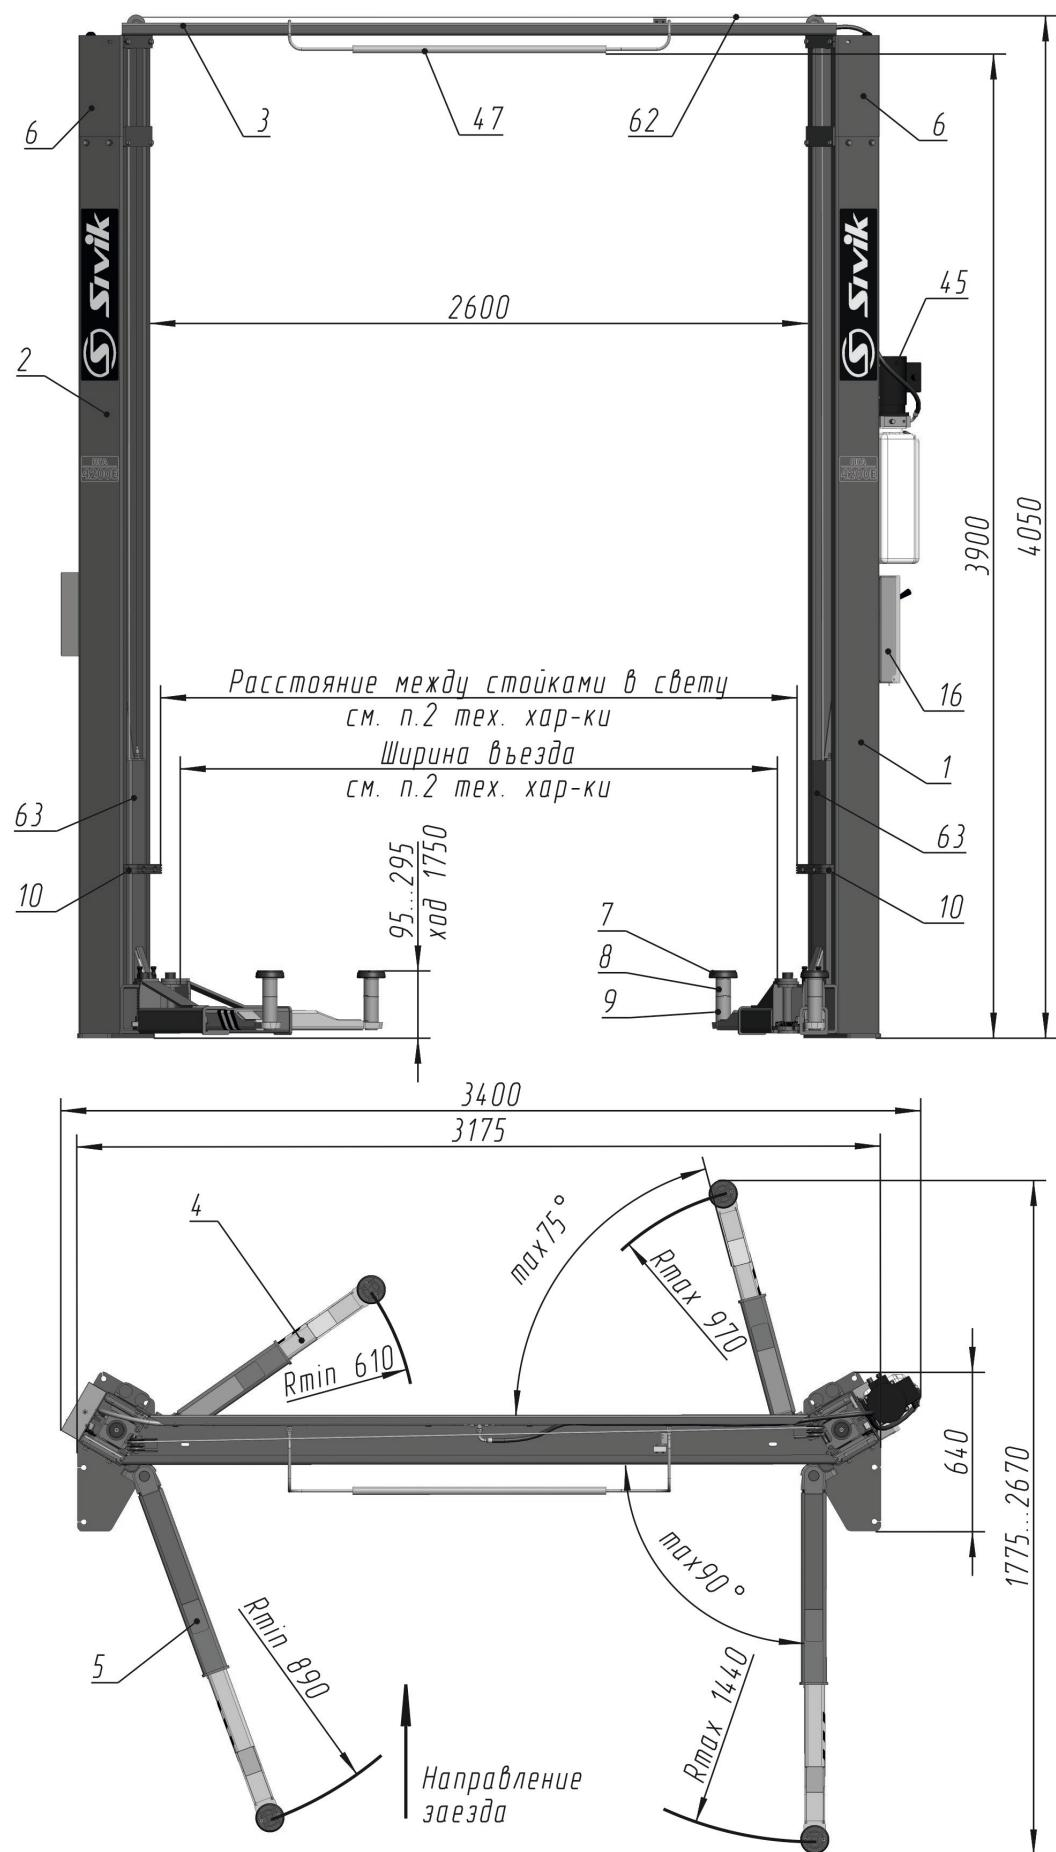
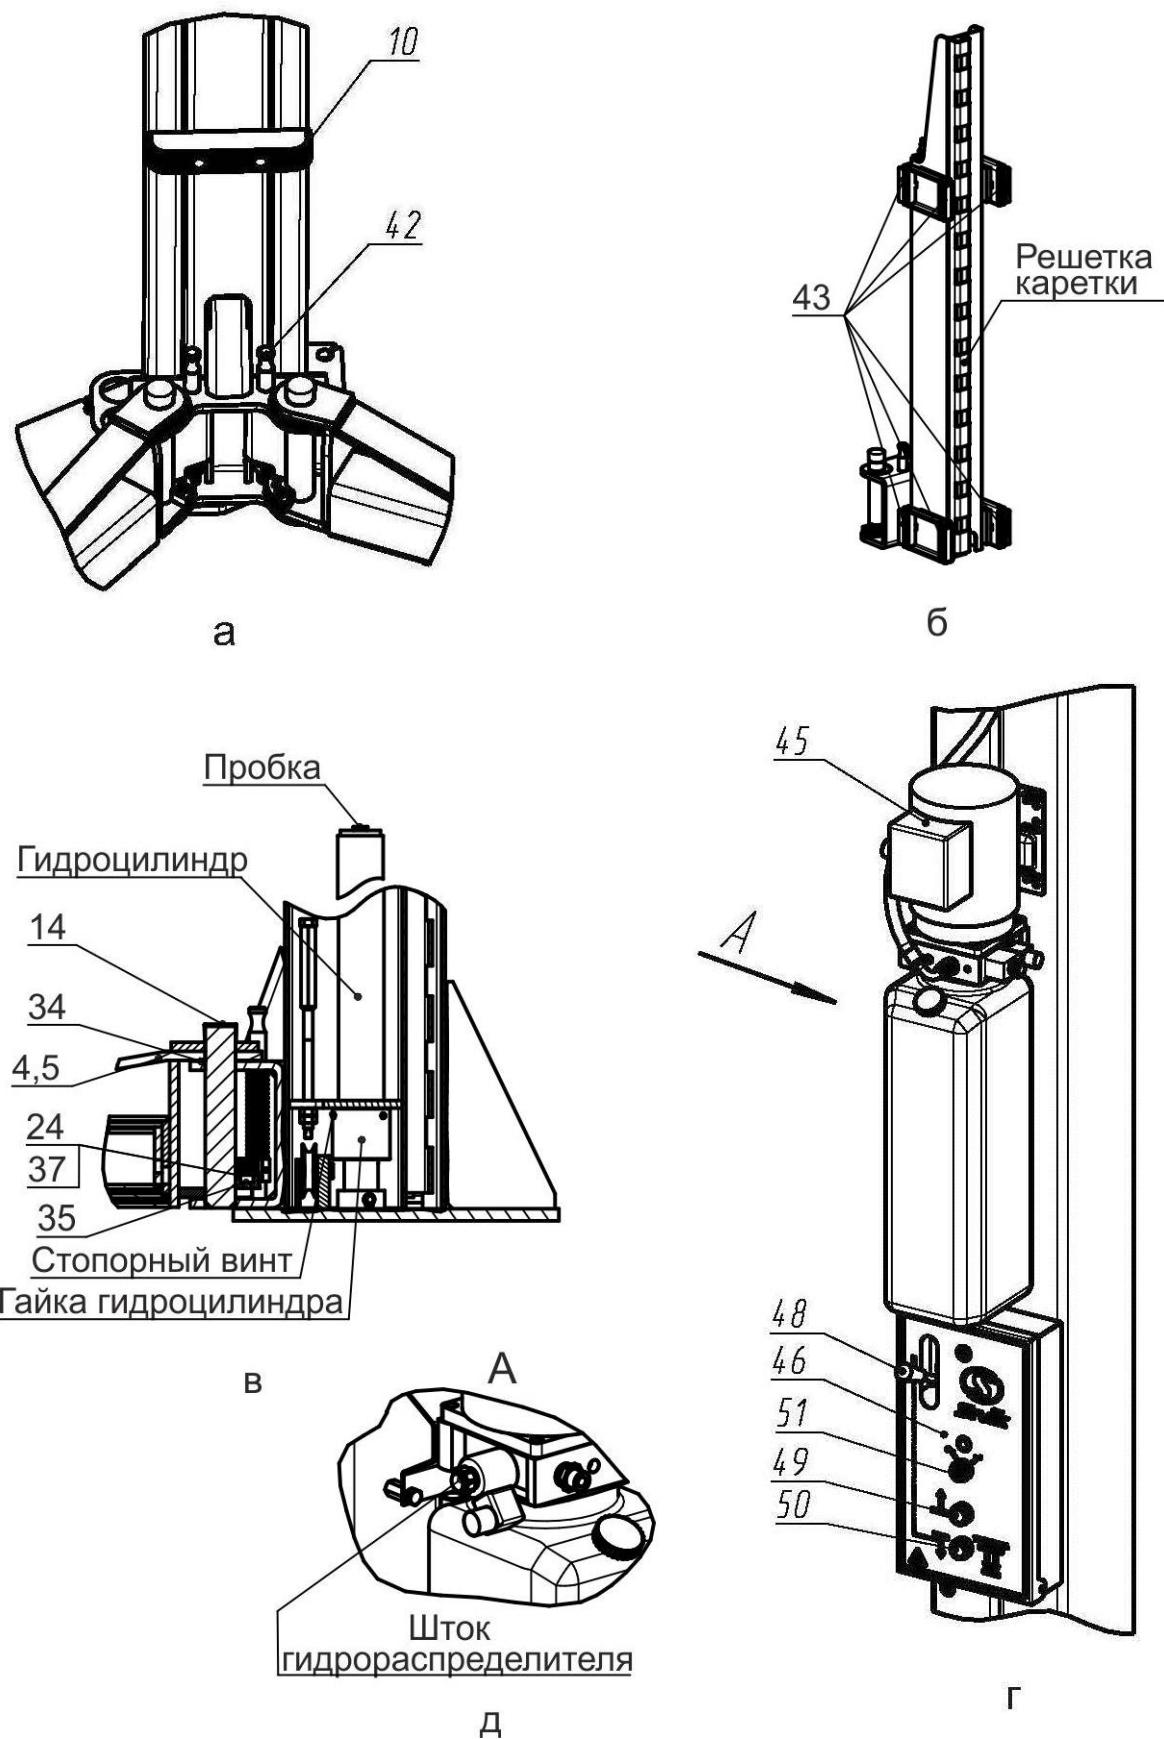

Рисунок 3.1 - Общий вид подъемника
Рисунок 4.1 – Виды подъемника
Подъемник (рисунок 3.1) состоит из двух стоек коробчатого сечения - правой 1 и левой 2, соединенных между собой перекладиной 3. В стойках размещены каретки 63 с закрепленными на них поворотными телескопическими подхватами 4 и 5 разной длины. На концах подхватов 4, 5 установлены опоры 7, подставки опоры 8, 9. Подхваты фиксируются стопорными устройствами 42 (рисунок 4.1 а), автоматически срабатывающими при подъеме автомобиля. При опускании кареток 63 в крайнее нижнее положение происходит автоматическое расстопорение подхватов 4 и 5. Каретки 63 приводятся в движение гидравлическими цилиндрами, установленными внутри стоек. Подъемник снабжен системой 62 тросовой синхронизации движения кареток 63.
Каждая каретка 63 (рисунок 4.1 б) снабжена полиамидными ползунами 43, скользящими по беговым дорожкам стоек 1 и 2. Каретки фиксируются на требуемой высоте стопорами-защелками 44 (рисунок 3.1), закрепленными на стойках 1,2 и входящими в зацепление с решетками на каретках 63.
На правой стойке (рисунок 4.1 г) размещена насосная станция 45 с пультом управления 46. Внутри насосной станции 45 находится клапан предохранительный, предотвращающий перегрузку в гидросистеме. Клапан предохранительный настроен на заданное давление и опломбирован.
- касании автомобилем ограничительной дуги 47 перекладины 3 (рисунок 3.1);
Для предотвращения повреждения дверей автомобиля (при открывании) на каретки 63 установлены накладки 10, фиксируемые винтами М8x30, шайбами 8Г и шайбами 8 (рисунок 3.1 и рисунок 4.1 а).
Управление подъемником осуществляется рычагом 48 (рисунок 4.1 г) и двумя кнопками 49 и 50, установленными в пульте управления 46. Рычагом 48 осуществляется расстопорения кареток 63, а кнопками 49 и 50, подъем (кнопка 49) и опускание (кнопка 50) кареток 63.
**ВНИМАНИЕ!** Перед сборкой проверить затяжку гаек гидроцилиндров и стопорных винтов (рисунок 4.1 в).
Для того чтобы проверить срабатывание упругой тяги 55, необходимо одному человеку прижать рукой защелку 44 к стойке 2, а другому повернуть рычаг 48 (рисунок 4.1 г) на себя. Упругая тяга 55 должна вытянуться на полный ход штока.
При повороте рычага 48 (рисунок 4.1 г) защелки на левой и правой стойки должны срабатывать одновременно. При отпускании рычага 48, защелки на левой и правой стойке должны вернуться в исходное положение. Регулировка проводится выборкой слабины тросика 52 и обжатием петли от вытягивания зажимом 13.
6.9 Открутить пробку бака насосной станции 45 и залить масло (около 12 л) до верхней метки «MAX» (рисунок 4.1 г). Уровень масла контролировать визуально. Установить пробку бака на место.
- кратковременным нажатием на кнопку 49 (двигатель должен работать, вращение крыльчатки по стрелке на кожухе эл. двигателя, а из бака должно убывать масло, рисунок 4.1 г).
- отвернуть пробки у каждого гидроцилиндра на один оборот (рисунок 4.1в)